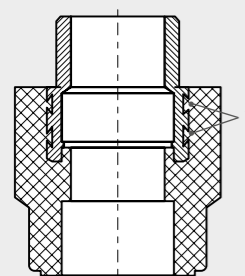

РИСУНОК 1
- Латунные элементы комбинированных фитингов (рис. 1) имеют **обратные проточки (1) уникальной конструкции «ласточкин хвост»**, обеспечивающие более надежное примыкание латунной и полипропиленовой частей фитинга. Герметичность соединения сохраняется даже при повышенных механических нагрузках на фитинг, улучшаются гидравлические характеристики.